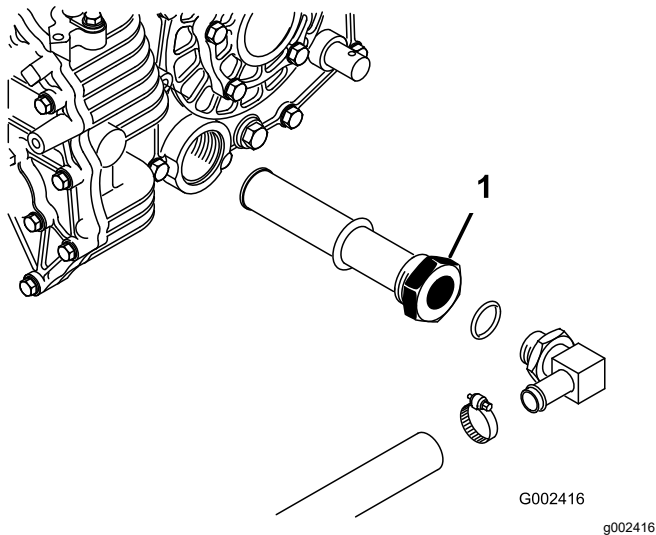

Figure 68
5. Notez l'orientation du flexible hydraulique et du raccord à 90° raccordés à la crépine sur le côté du réservoir (Figure 68).